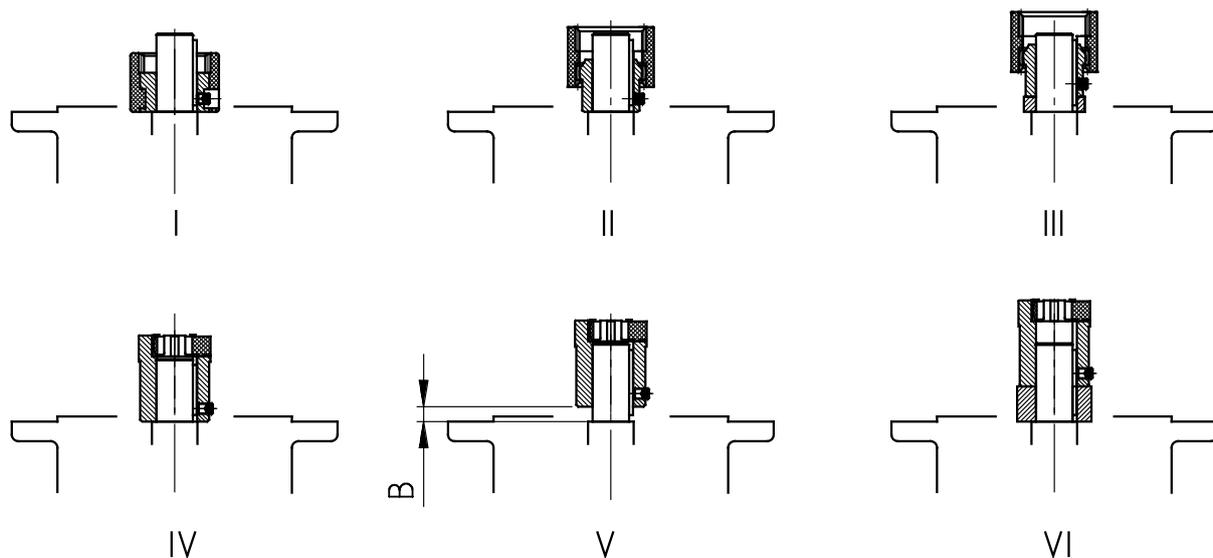

Рисунок 19: Установка разных видов муфты на вал двигателя
3. Насадить втулку соединительной муфты на вал двигателя до упора в буртик согласно указаниям изготовителя двигателя. В установках с двигателем типоразмеров 90, 160, 180 и 225, если необходимо, установить между втулкой соединительной муфты и буртиком прилагаемые промежуточные втулки. В цилиндрических редукторах Standard соблюдать расстояние В между втулкой соединительной муфты и буртиком (см. рис. "Рисунок 19"). У некоторых **NEMA-адаптеров** положение муфты необходимо отрегулировать в соответствии с указаниями на наклейке.